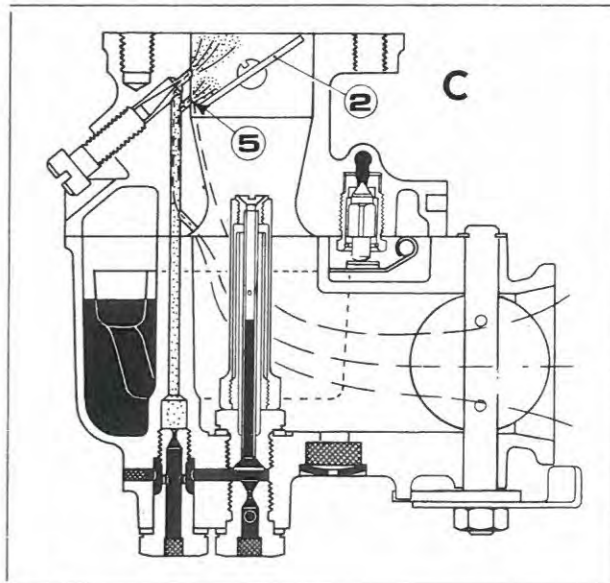

Fig. 37
C - En accélérant, c'est à dire en ouvrant légèrement le papillon mélange, la dépression dans le conduit du ralenti diminue. On a pas l'érogation de carburant du gicleur du maxi.- Le mélange pour l'accélération passe par un second trou (de progression) (5) en communication avec le conduit du ralenti qui vient dégagé par l'ouverture du papillon mélange (2) (Fig. 37).
C - Acceleration: when slightly increasing throttle opening, vacuum at the idle channel is partly destroyed. Fuel feeding from idle port almost stops. A small hole (progression hole) (5) communicating with the idle channel provides a fuel supply as soon as the throttle valve (2) starts to open (Fig. 37).
C - Beim Beschleunigen, d.h. bei leichter Öffnung der Drosselklappe, verringert sich der Unterdruck im Leerlaufkanal, aber der Brennstoffzufluß von der Hauptdüse erfolgt noch nicht. Für die zur Beschleunigung nötige Gemischmenge sorgt eine 2. Öffnung (Beschleunigungsöffnung) (5), die in Verbindung mit dem Leerlaufkanal steht und bei geöffneter Drosselklappe (2) aufgedeckt wird (Abb.37).